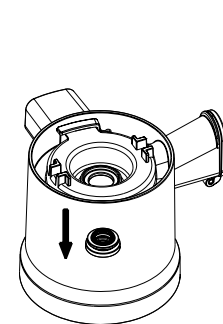
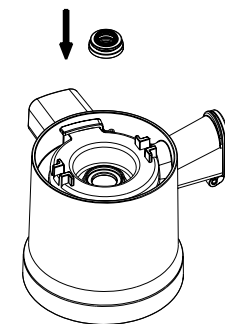
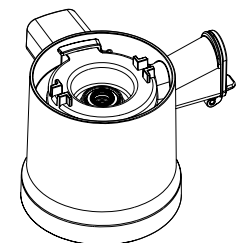

Fig.5
Fig.6
Fig.7
3. Om de afdichtring in het midden van de sapkamer te reinigen, volg de volgende stappen: a. Draai de sapkamer ondersteboven voor gemakkelijkere hantering. Duw de afdichtring eruit met uw duim (Fig. 5) en reinig deze met water. b. Na het reinigen, plaats de afdichtring terug in het centrale gat. Het kleine gegroefde oppervlak moet naar boven wijzen (Fig. 6). Zorg ervoor dat de groef van de afdichtring goed past in de sapkamer. c. De grote platte kant van de afdichtring bevindt zich binnenin terwijl de kleine gegroefde kant aan de buitenkant van de sapkamer is (Fig. 7)